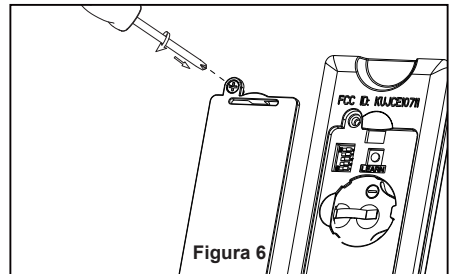

Figura 6
6. Asegure el vidrio en la unidad del carcasa de interruptor girándolo en el sentido de las agujas del reloj. Gire el vidrio gradualmente **hasta que encaje en la unidad del carcasa de interruptor**. Sin apretar demasiado. (Figura 6)
6. Vuelva a colocar la cubierta de la batería en el mando a distancia con un tornillo retirados previamente. (Figura 6)